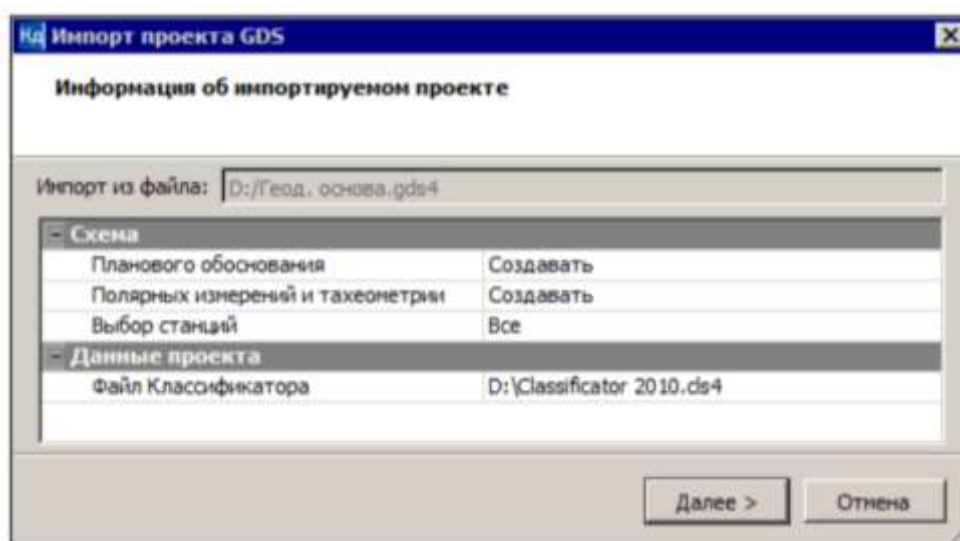

Рисунок 3 – Импорт проекта GDS
В таком случае закройте данное сообщение кнопкой **ОК** и в диалоге укажите путь к классификатору КРЕДО ДАТ – *Classifier 2010.cls4* (папка **Документация\Материалы упражнений\Кадастр**) (рисунок 3).
– Установите настройки на создание схем (рисунок 3): **Планового обоснования, Полярных измерений и тахеометрии**. Они потребуются в дальнейшей работе для создания схемы геодезических построений и создания части ЗУ. Нажмите кнопку **Далее**.